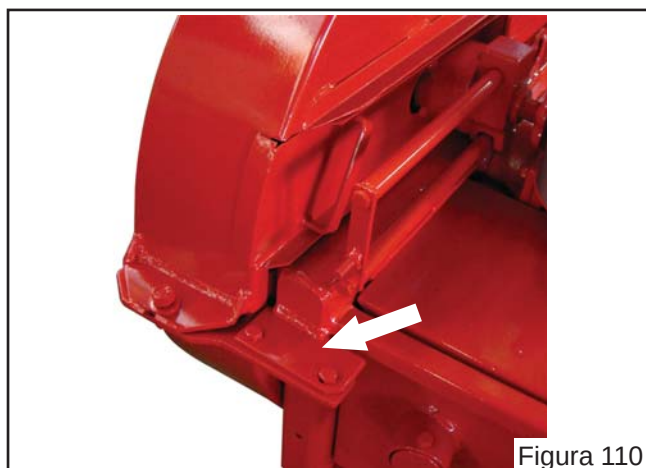
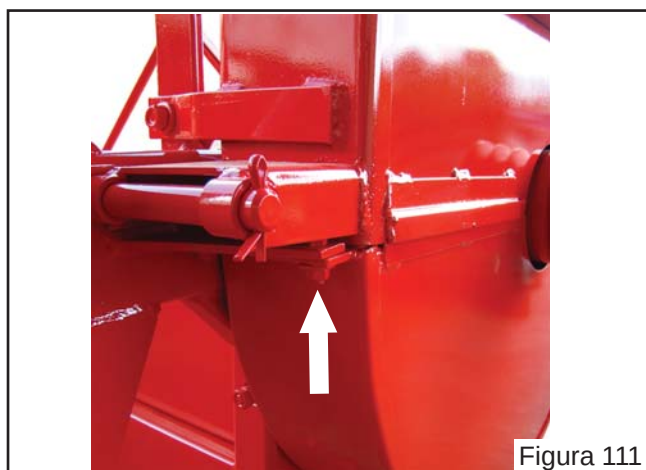

Figura 110
Figura 111
a) Efetue o procedimento de desmontagem e escamoteamento base da bica conforme item ("a" até o item "e" citados no item 10.8 - Ajuste das Facas do rotor picadora na contrafaca);
b) Solte os dois parafusos (Figura 110) e em seguida os dois parafusos (Figura 111), retire a caixa do rotor;